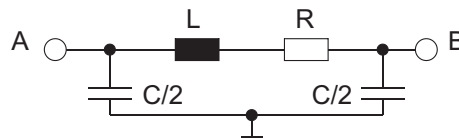

Abb. 1.2: Ersatzschaltbild der Planarspule
1.1 Im Folgenden sollen die Elemente des Kleinsignalersatzschaltbildes nach Abb. 1.2 bestimmt werden: